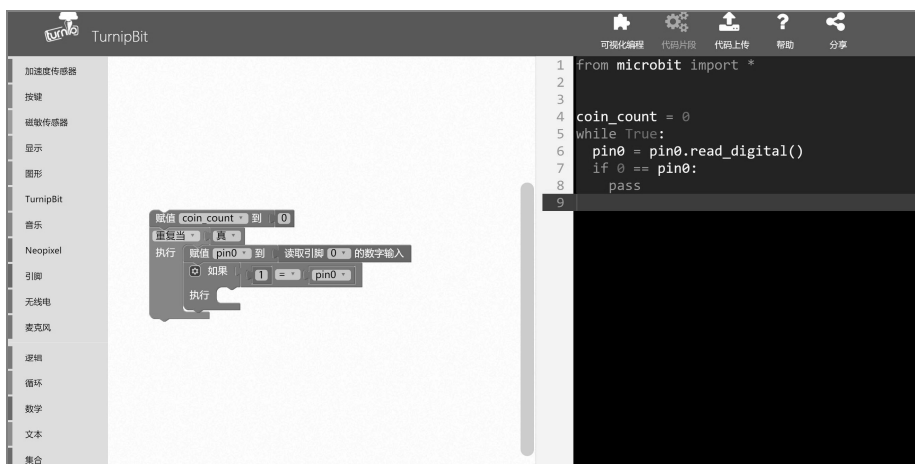

图 10-9 建立循环
③ 在无限循环中，给 pin0 赋值“读取引脚 0 的数字输入”，然后创建“如果执行”，在“如果”条件中判断 pin0 是否为 1，如果为 1，则表示是高电平，此时电路是导通的，说明有硬币通过，如图 10-9 所示。